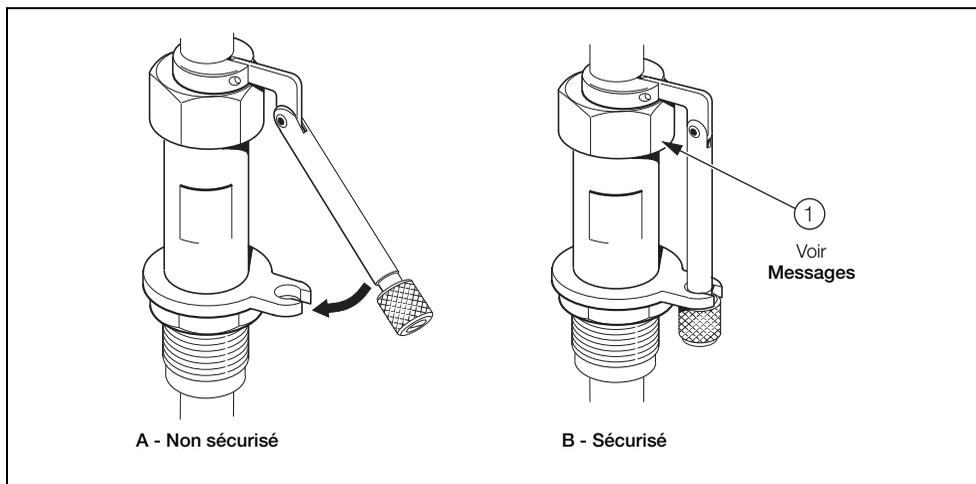

Fig. 3.6 Mécanisme de sécurité
Avertissement. Le capteur de débit est doté d'un mécanisme de sécurité (voir Fig. 3.6 A) qui doit être fixé à son collier de fixation, comme indiqué à la Fig. 3.6 B. Ceci permet d'éviter tout mouvement intempestif vers l'extérieur du capteur de débit en cas de desserrage de l'écrou (1).